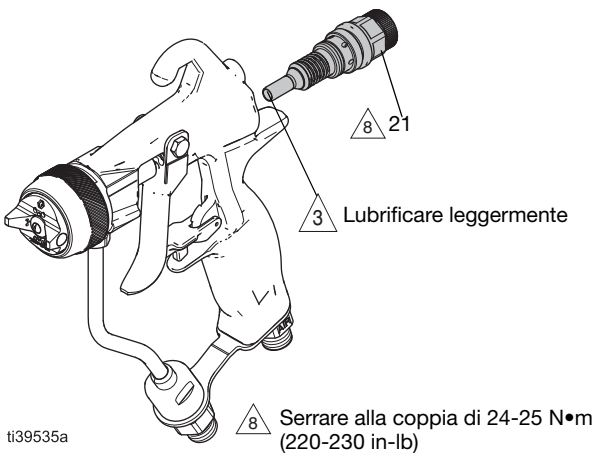

FIG. 43: Installazione della cartuccia dell'aria
Pulire l'alloggiamento della cartuccia dell'aria	FIG. 43 a pagina 30
3. Far scorrere il gruppo (21) fuori dalla pistola.
5. Lubrificare l'ugello della cartuccia dell'aria e avvitare il gruppo della cartuccia dell'aria (21) nella parte posteriore della pistola. Serrare alla coppia di 24-25 N•m (220 in-lb). Vedere FIG. 43.
7. Lubrificare l'ugello (21a) della valvola dell'aria e inserirlo nella parte posteriore della pistola. Serrare alla coppia di 24-25 N•m (220-230 in-lb). Vedere FIG. 43.
2. Allentare il gruppo della cartuccia dell'aria (21) dal retro della pistola con l'utensile per pistola (29).
3. Estrarre il gruppo della cartuccia dell'aria (21) dalla pistola. Vedere FIG. 43.
7. Lubrificare la valvola dell'aria (21a) e installare il gruppo della cartuccia dell'aria (21) nella parte posteriore della pistola. Serrare alla coppia di 24-25 N•m (220-230 in-lb). Vedere FIG. 43.